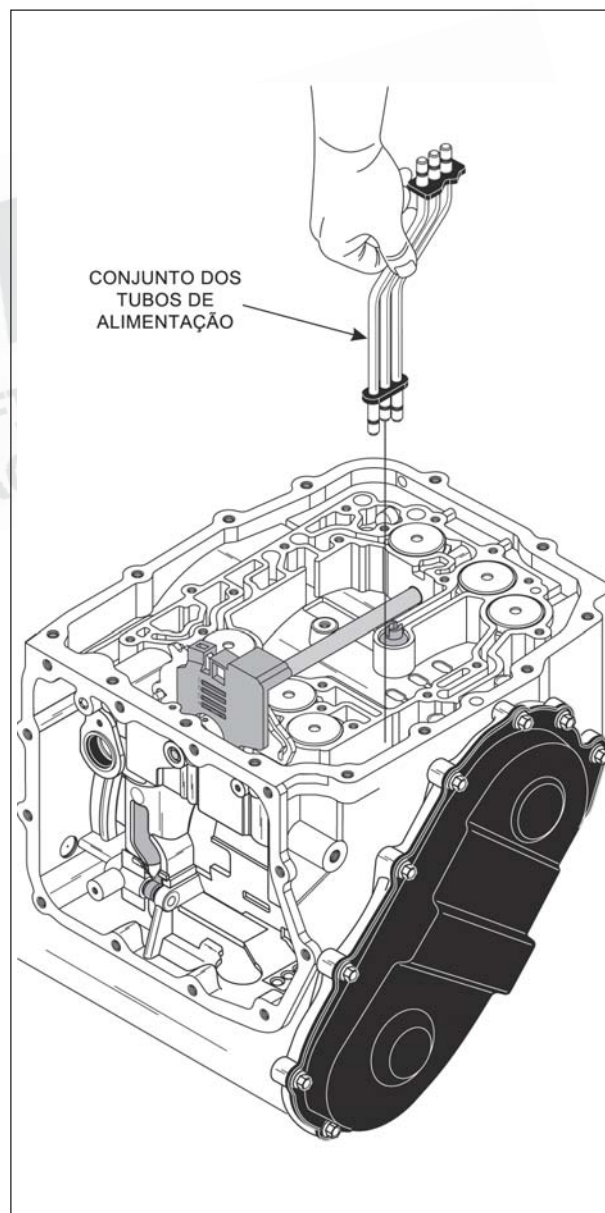

Figura 276
83. Instale os tubos de alimentação finalizados através de suas passagens na carcaça e na carcaça da embreagem de baixa, conforme mostra a figura 276.